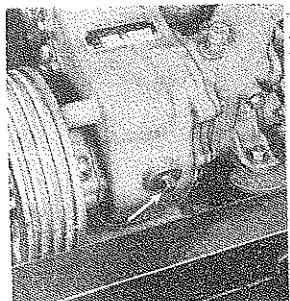

Fig. 13
- h. Kontroller oliestanden i fordelergearkassen og fyld op, hvis det er nødvendigt. Olien skal nå til påfyldningshullets kant. (fig. 13)
- b. Skift olien i fordelergearkassen (olie varm, se ovenfor), (se fig.13). Der fyldes olie til påfyldningshullets kant.